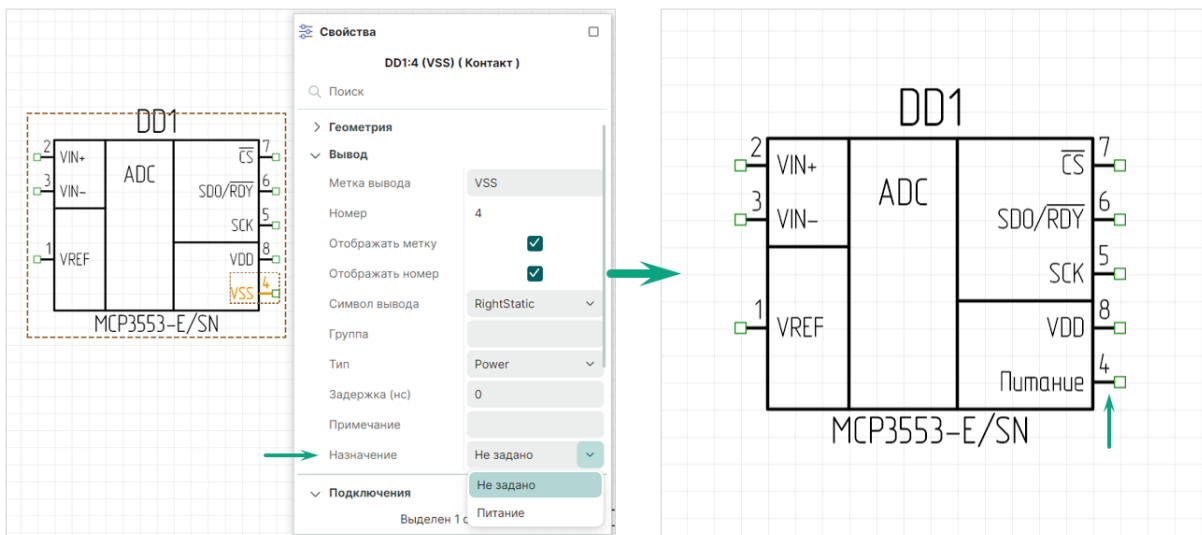

Рис. 257 Выбор назначения в панели "Свойства"
2. В открывающемся списке «Свойства» → «Вывод» → «Назначение» выберите необходимую назначенную функцию, см. Рис. 257.